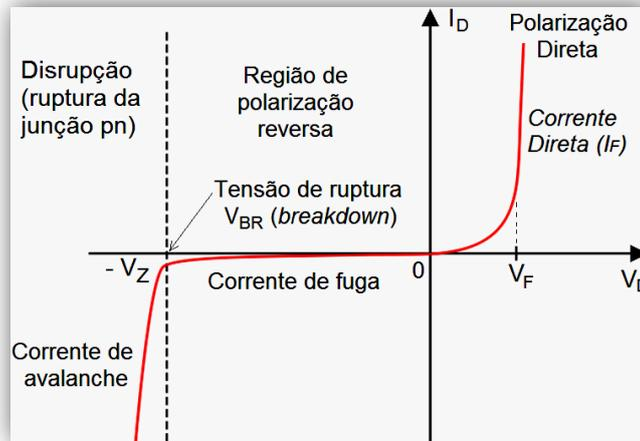

Figura 1.33 – Curva $I \times V$ do diodo. Fonte: http://pt.wikipedia.org/wiki/Ficheiro:Diodo_graph.svg
- Um aumento de temperatura implica na diminuição da tensão de disparo (V_T). Assim, para uma temperatura maior, a curva do diodo (veja a Figura 1.33) será deslocada para a esquerda. Logo, pode-se afirmar que o aumento da temperatura “facilita” o disparo do dispositivo).